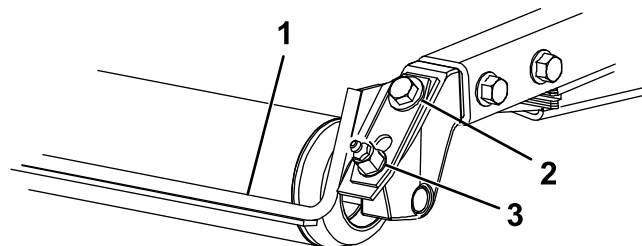

図 18
1. グリスフィッティングと取り付けねじをゆるめる図 18。